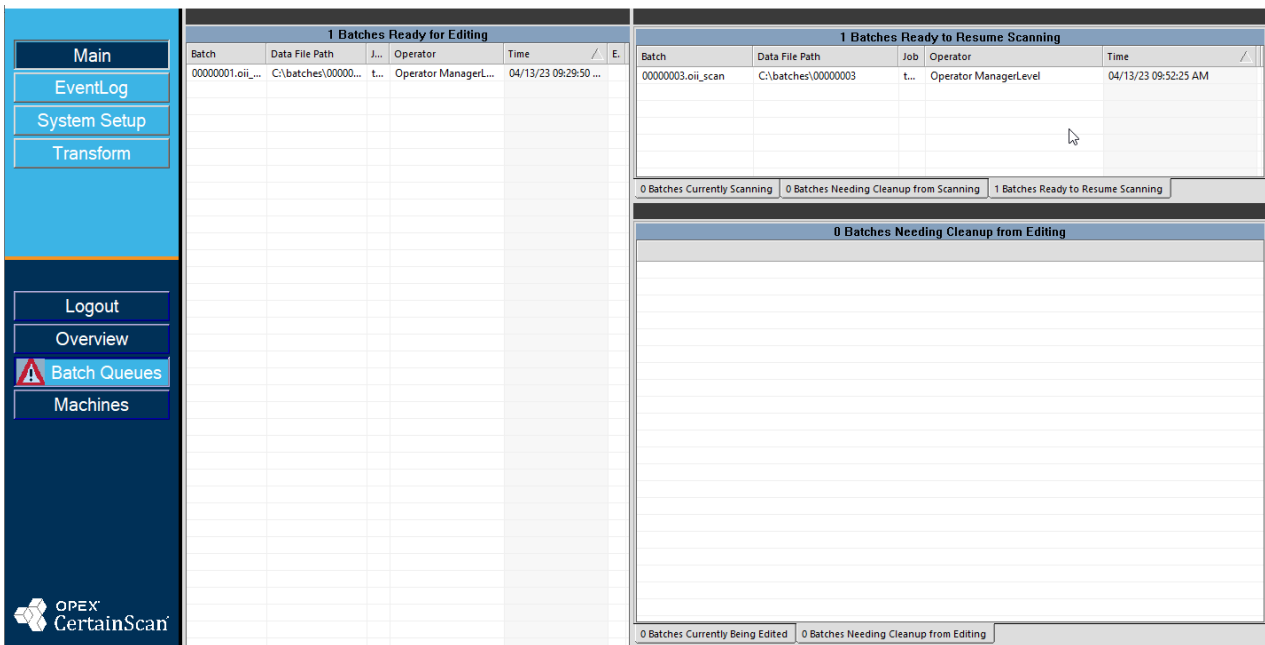

Abbildung 2-34: Beispiel für eine geänderte Reihenfolge
- Ziehen Sie die gewünschte Gruppenebene per Drag-and-Drop und platzieren Sie sie oben, unten, links oder rechts. Das Beispiel in Abbildung 2-34 zeigt das Panel **Stapel bereit zur Bearbeitung**, das nach links verschoben ist.